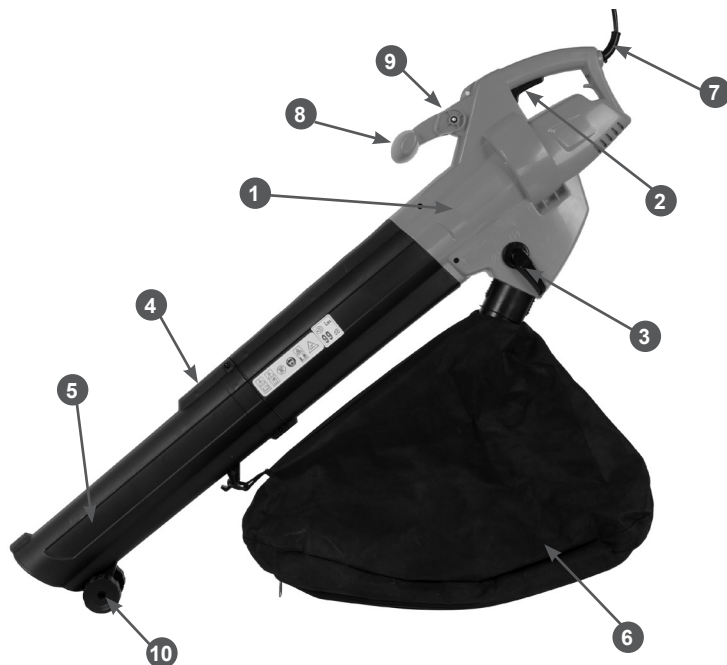

Рис.1 Основные узлы и органы управления
Основные узлы и органы управления воздуходувного устройства приведены на Рис. 1.
Вставьте промежуточную трубу 4 всасывания / нагнетания (Рис. 1) в корпус устройства 1 и закрепите ее с помощью двух винтов. Установите концевую трубу 5 устройства в промежуточную трубу 4 и закрепите ее с помощью двух винтов (Рис.1). Убедитесь в том, что трубы правильно установлены, и надежно закреплены.
- определить режим/режимы использования устройства. Переключение режима работы (всасывания или нагнетания) осуществляется переключателем 3 (Рис. 1).
Возьмите устройство за рабочие рукоятки двумя руками, немного приподнимите его, так чтобы отверстия концевой трубы были свободны для движения воздуха и нажмите на рычаг выключателя (Рис. 1). Устройство заработает. Оно будет продолжать работать все время, пока Вы нажимаете на рычаг выключателя. Чтобы выключить устройство достаточно отпустить рычаг выключателя.